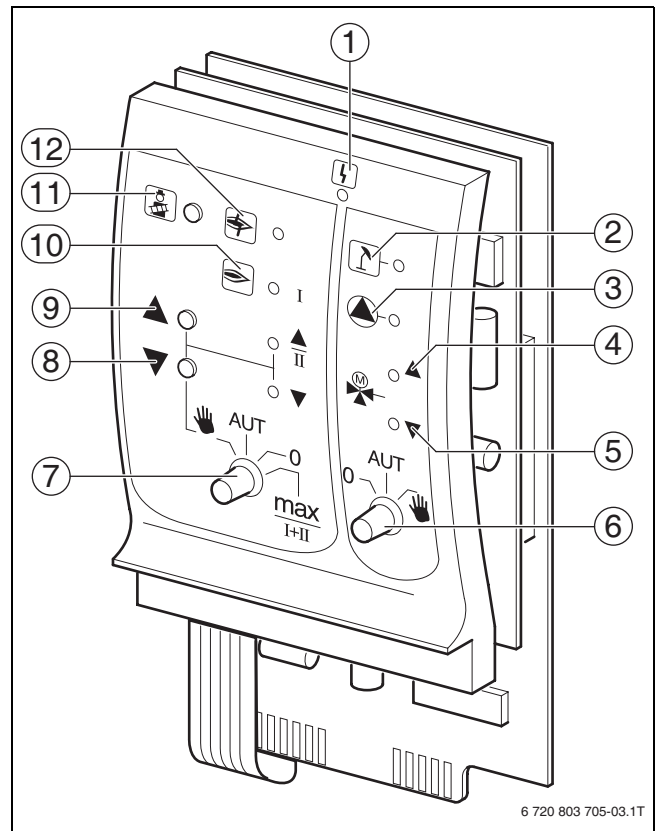

Bild 11 ZM434
Befinden sich die Handschalter nicht in Automatikstellung, erfolgt im MEC2 eine entsprechende Meldung und die Anzeige (Bild 11, [1]) Störung leuchtet.
- Taste **Abgastest** (→ Bild 11, [11], Seite 11) einige Sekunden drücken.
Während des Abgastests blinken abwechselnd die Anzeigen für **Störung** (→ Bild 11, [1], Seite 11) und für **Sommerbetrieb** (→ Bild 11, [2], Seite 11).
Die Stellungen **0**, **Hand** und **max I + II** sind Spezialeinstellungen des Handschalters für den Brenner (→ Bild 11, [7], Seite 11), die nur vom Fachpersonal vorgenommen werden dürfen, z. B. bei Ausfall der Regelung oder bei Service- und Wartungsarbeiten.
Die Stellungen **0** und **Hand** sind Spezialeinstellungen des Handschalters für den Kesselkreis (→ Bild 11, [6], Seite 11), die nur vom Fachpersonal vorgenommen werden dürfen.